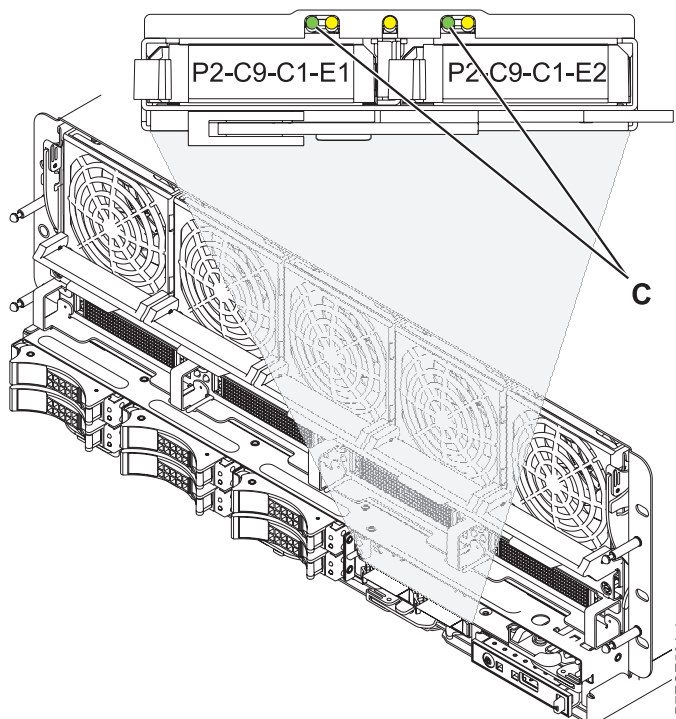

Figure 7. Voyants de pile de cache
Avertissement : Ne retirez pas la pile si le voyant vert (C) dans la figure 7, à la page 15 clignote ; cela signifie qu'il existe des données en cache.